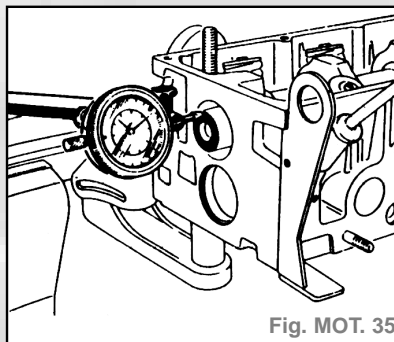

Fig. MOT. 35
- Vérifier le jeu longitudinal, il doit être compris entre **0,06 mm** et **0,15 mm**, si celui-ci n'est pas correct, la bride ou l'arbre à cames sont en cause (fig. MOT. 35).